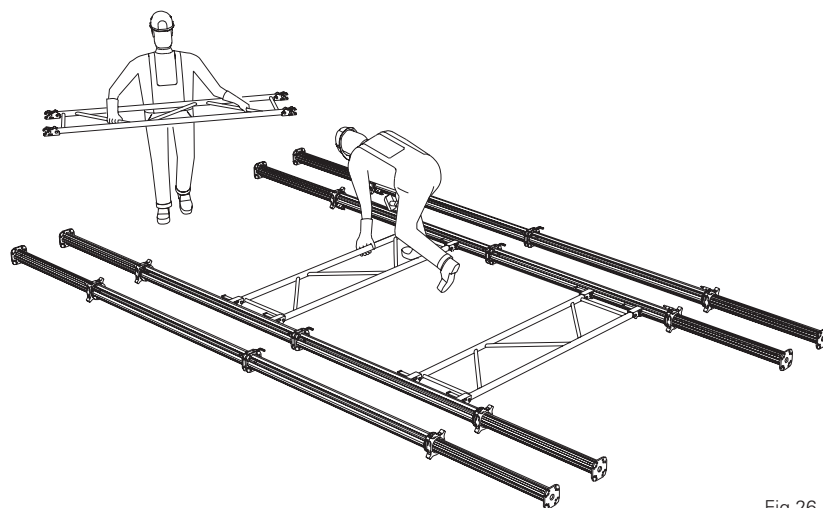

Fig.26
2. Monter hegnene. **Fig. 26**